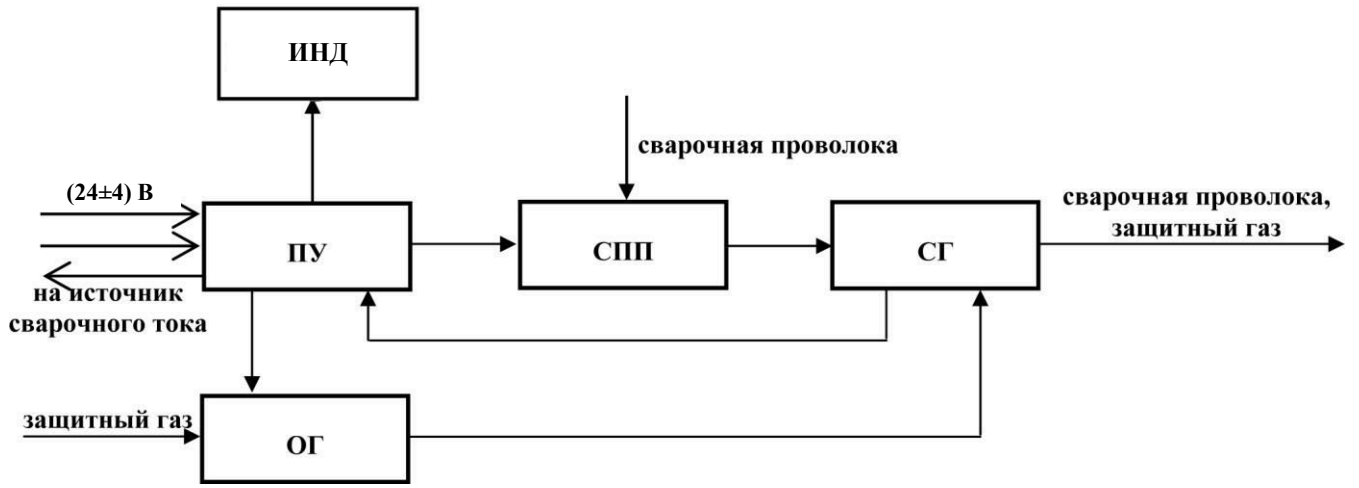

Рисунок 4.3
4.2.1 Функционально механизм состоит из нескольких взаимосвязанных модулей (см. рисунок 4.3), а именно: платы управления (ПУ), системы подачи проволоки на основе двигателя постоянного тока (СПП), отсекающего газа (ОГ) и платы индикации (ИНД).